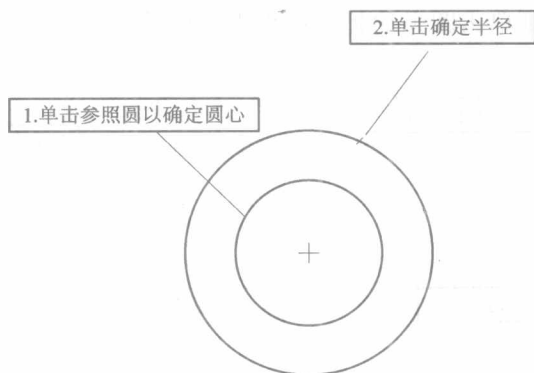

图 2-5 草绘同心圆
(2) 同心圆：单击草绘同心圆图标 ，先单击参照圆或圆弧，以确定同心圆的圆心，移动鼠标，再单击圆通过的点以确定其半径，如图 2-5 所示。